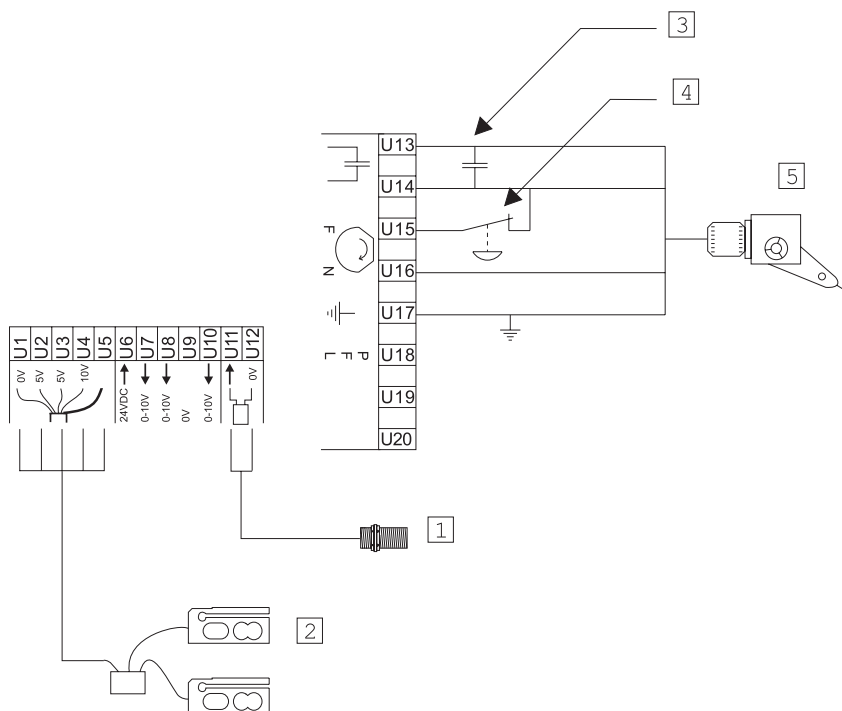

Fig 3.
3. Forbind induktiv føler, vejeceller og gearmotor, se fig. 3.
3. Connect the inductive sensor, load cells and gear motor, see fig. 3.
3. Den induktiven Sensor, die Wiegezellen og den Getriebemotor verbinden, siehe Abb. 3.
Enheder fig. 3:
Units fig. 3:
Einheiten Abb. 3